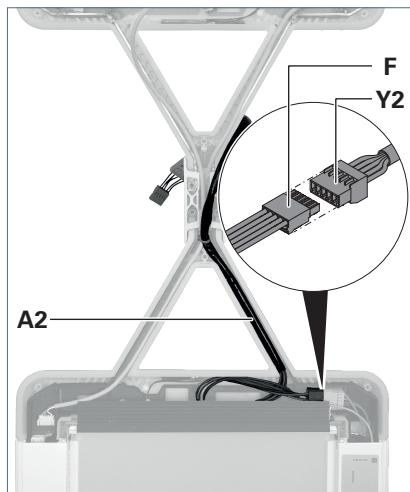

Fig. 13: Brancher le câble d'alimentation.
- ▶ Posez le câble d'alimentation **A2** du jeu de câbles dans le bras de support de la tête du luminaire 2, voir Fig. 13.